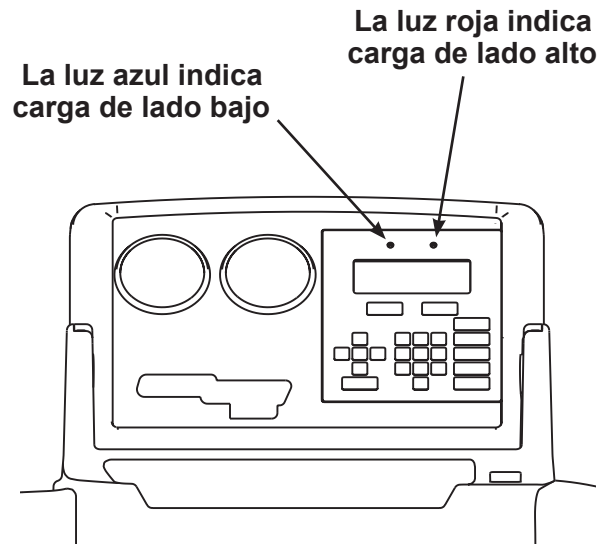

Figura 8
- La luz azul en el panel de control indica una carga de lado bajo; la luz roja indica una carga de lado alto. Consulte la Figura 8